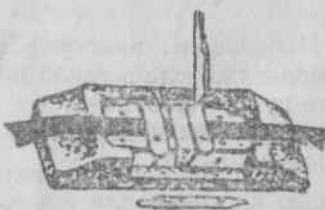

Рис. 26. Закрывание среднего прижима
8.4.5. Быстрым движением руки закройте средний прижим, чтобы сработала защелка (рис. 26).